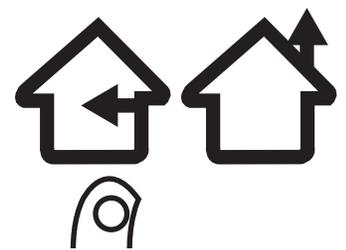

Figure 13
- Pour une installation sans conduit, s'il vous plaît visiter anconahome.com pour acheter la trousse de recirculation (vendue séparément), et déplacez le loquet (situé à côté du moteur) en position. (voir figure 13).